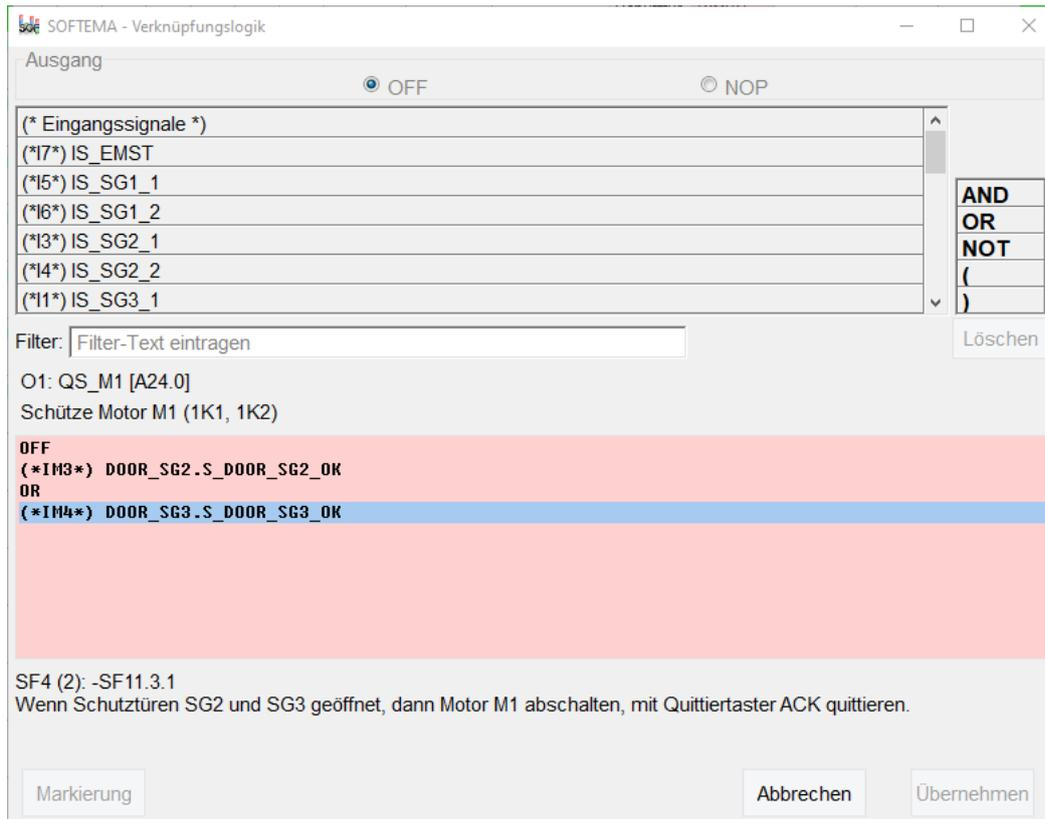

Abbildung 48: Der Logikeditor
Der Logikeditor (Abbildung 48) wird mit einem Doppelklick der linken Maustaste auf einer Logikzelle in der Tabelle „B4 Matrix C+E“ aufgerufen. Beim Verlassen des Editors werden die Schaltbedingungen in die gerade editierte Logikzelle eingetragen. Wenn die Zeile der betrachteten Sicherheitsfunktion/des Testfalls gesperrt ist, können im Editor keine Änderungen vorgenommen werden.
- Darunter befindet sich eine Liste der Signale I_x, O_x aus der Tabelle „A2.4 IO-Liste“ sowie der Module IM_x, OM_x aus der Tabelle „B3 Modularchitektur“. Mit Doppelklick auf ein Listenelement wird dieses in die Logikverknüpfung unterhalb der selektierten Zeile (in Abbildung 48 blau dargestellt) eingefügt. Bereits in der Logik verwendete Listenelemente werden in der Liste durch einen Stern markiert, können aber erneut eingefügt werden. Die Auswahl und Gestaltung der Listenelemente können über Optionen (Abschnitt 9.1) angepasst werden.
- Darunter folgt der Editierbereich der Logikverknüpfung: In der ersten Zeile der Schaltbefehl, darunter die Bedingungen, die entsprechend der Matrixmethode des IFA zum Schalten führen. In der Abbildung 48 bedeutet die Bedingung: Wenn das Schnellauftor SG2 und gleichzeitig das Hubtor SG3 geöffnet sind ($SG2.SG_OK = \text{False}$ und $SG3.SG_OK = \text{False}$), dann wird das Schütz für Motor M1 abgeschaltet (OFF, dem entspricht $QS_M1 = \text{False}$).